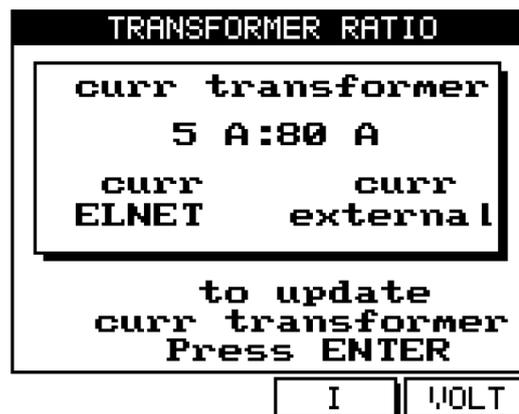

Рис. 4.6
7. Выберите пункт **Transformer Ratio** и нажмите «Enter». На экране появится окно установки параметров трансформаторов тока (рис. 4.6):